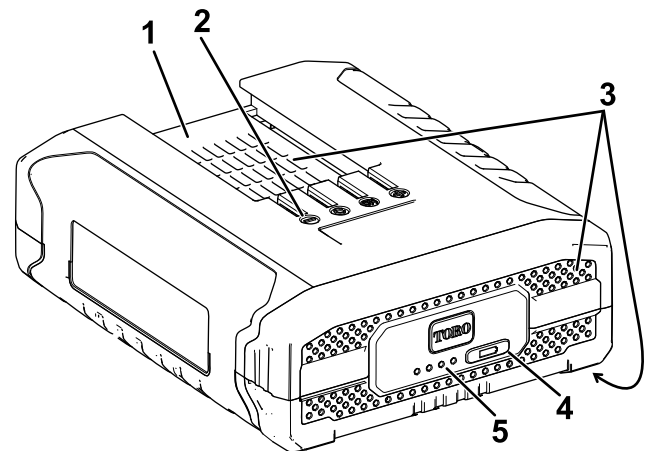

Figura 24
2. Alinee el hueco de la batería (Figura 24) con la lengüeta del cargador.